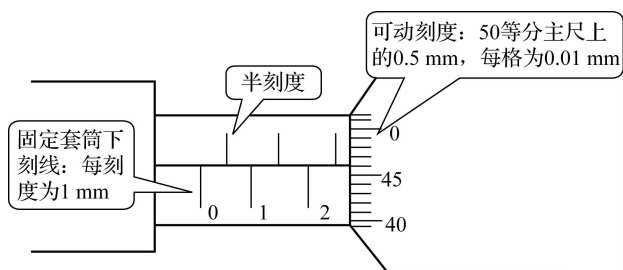

图 1-16 外径千分尺读数方法示意图
- (1) 以微分筒的端面为基准线,读出固定套筒上固定刻度的值。
- (2) 以固定套筒上的水平中线作为读数基准线,读出可动刻度的值。读数时应估读到最小刻度的 $1/10$,即 0.001 mm。
- (3) 如微分筒的端面与固定套筒的下刻线之间无上刻线,测量数值即为下刻线的数值加可动刻度的值。
(4) 如微分筒的端面与固定套筒下刻线之间有一条上刻线,测量结果应为下刻线的数值加上 0.5 mm,再加上可动刻度的值。如图 1-16 所示,读数为 $2 \text{ mm} + 0.5 \text{ mm} + 46 \times 0.01 \text{ mm} = 2.96 \text{ mm}$ 。